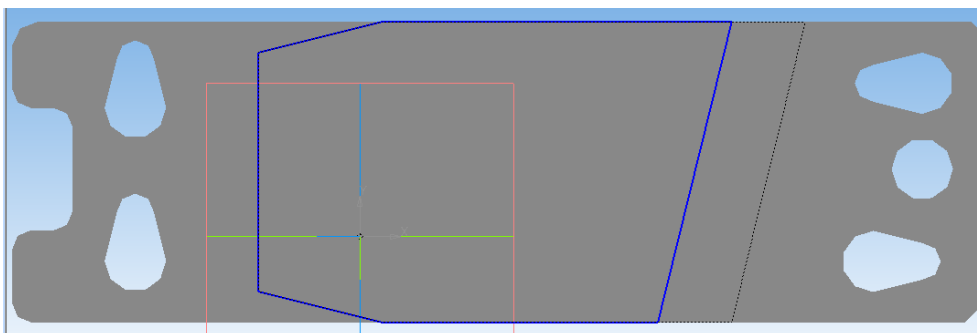

Рис. 4.19
56. Щелкните по верхней границе получившегося тела, снова включите режим редактирования эскиза. Нарисуйте многоугольник такой формы как основная линия на рис. 4.19.